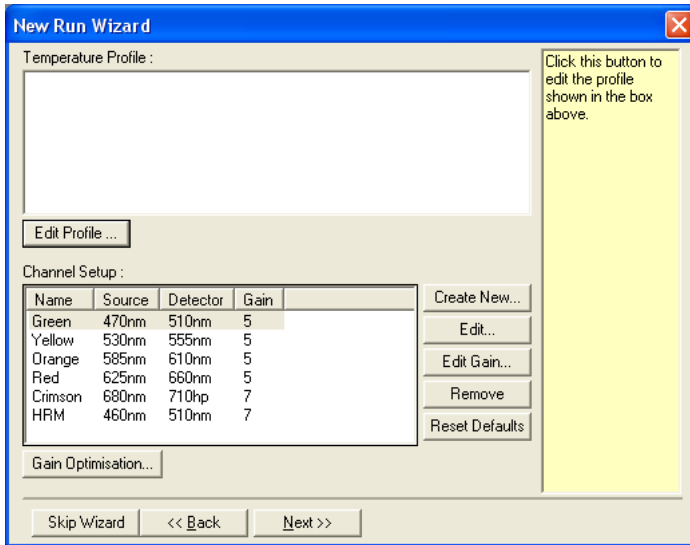

Figure 22. « Edit Profile » (Modifier le profil) dans la fenêtre « New Run Wizard » (Assistant nouveau cycle).
5. Cliquer sur « Edit Profile » (Modifier le profil) dans la boîte de dialogue « New Run Wizard » (Assistant nouveau cycle) (figure 22), puis vérifier les paramètres des cycles comme indiqué dans les étapes suivantes.